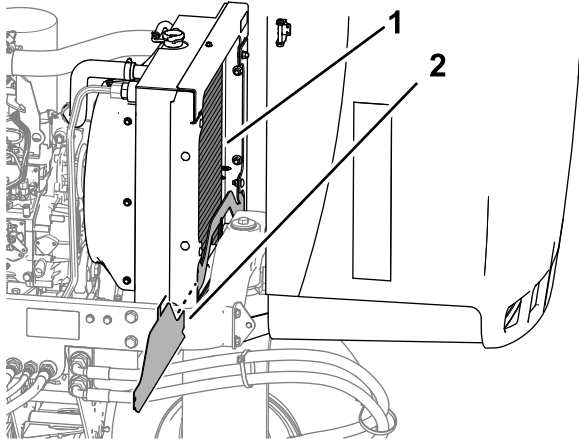

図 74
4. 下側ラジエターシールドを外す 図 74。
5. ラジエターの裏表を、水または圧縮空気で丁寧に清掃する 図 74。